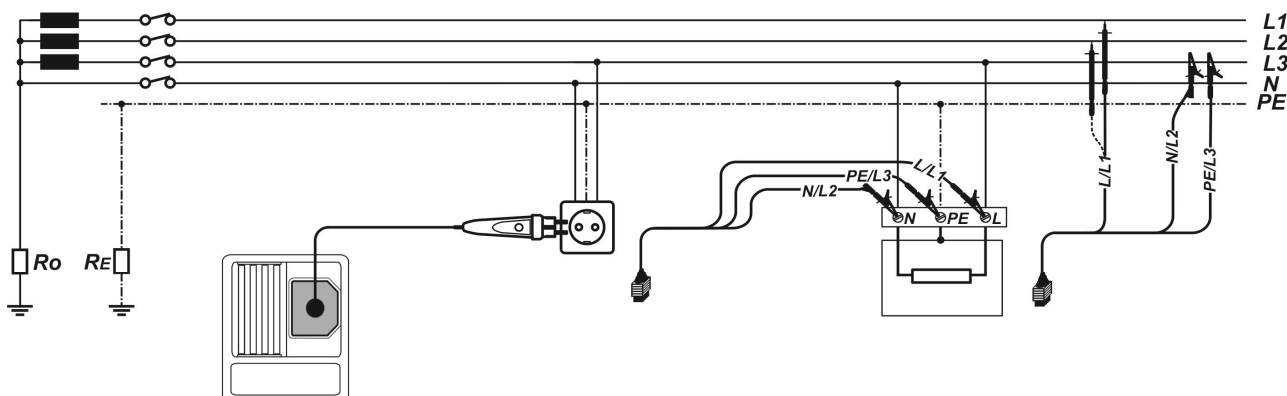

Abbildung 5.28: Anschluss des optionalen Commander-Prüfsteckers (044149) und der 3-Leiter-Prüfleitung
- Kontaktieren Sie die Prüflinien an das Prüfobjekt. (siehe Abbildung 5.28)